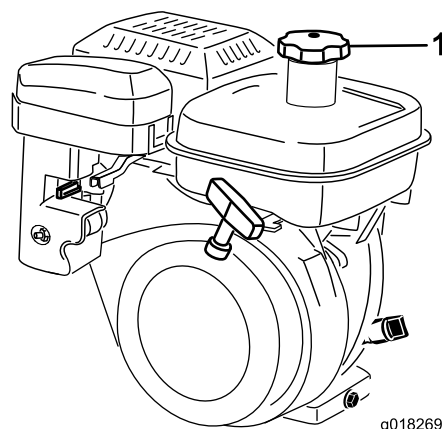

Рисунок 22
1. Очистите область вокруг крышки топливного бака и снимите ее (Рисунок 22). Залейте неэтилированный бензин в топливный бак до нижнего края сетчатого фильтра. Не допускайте переполнения бака.